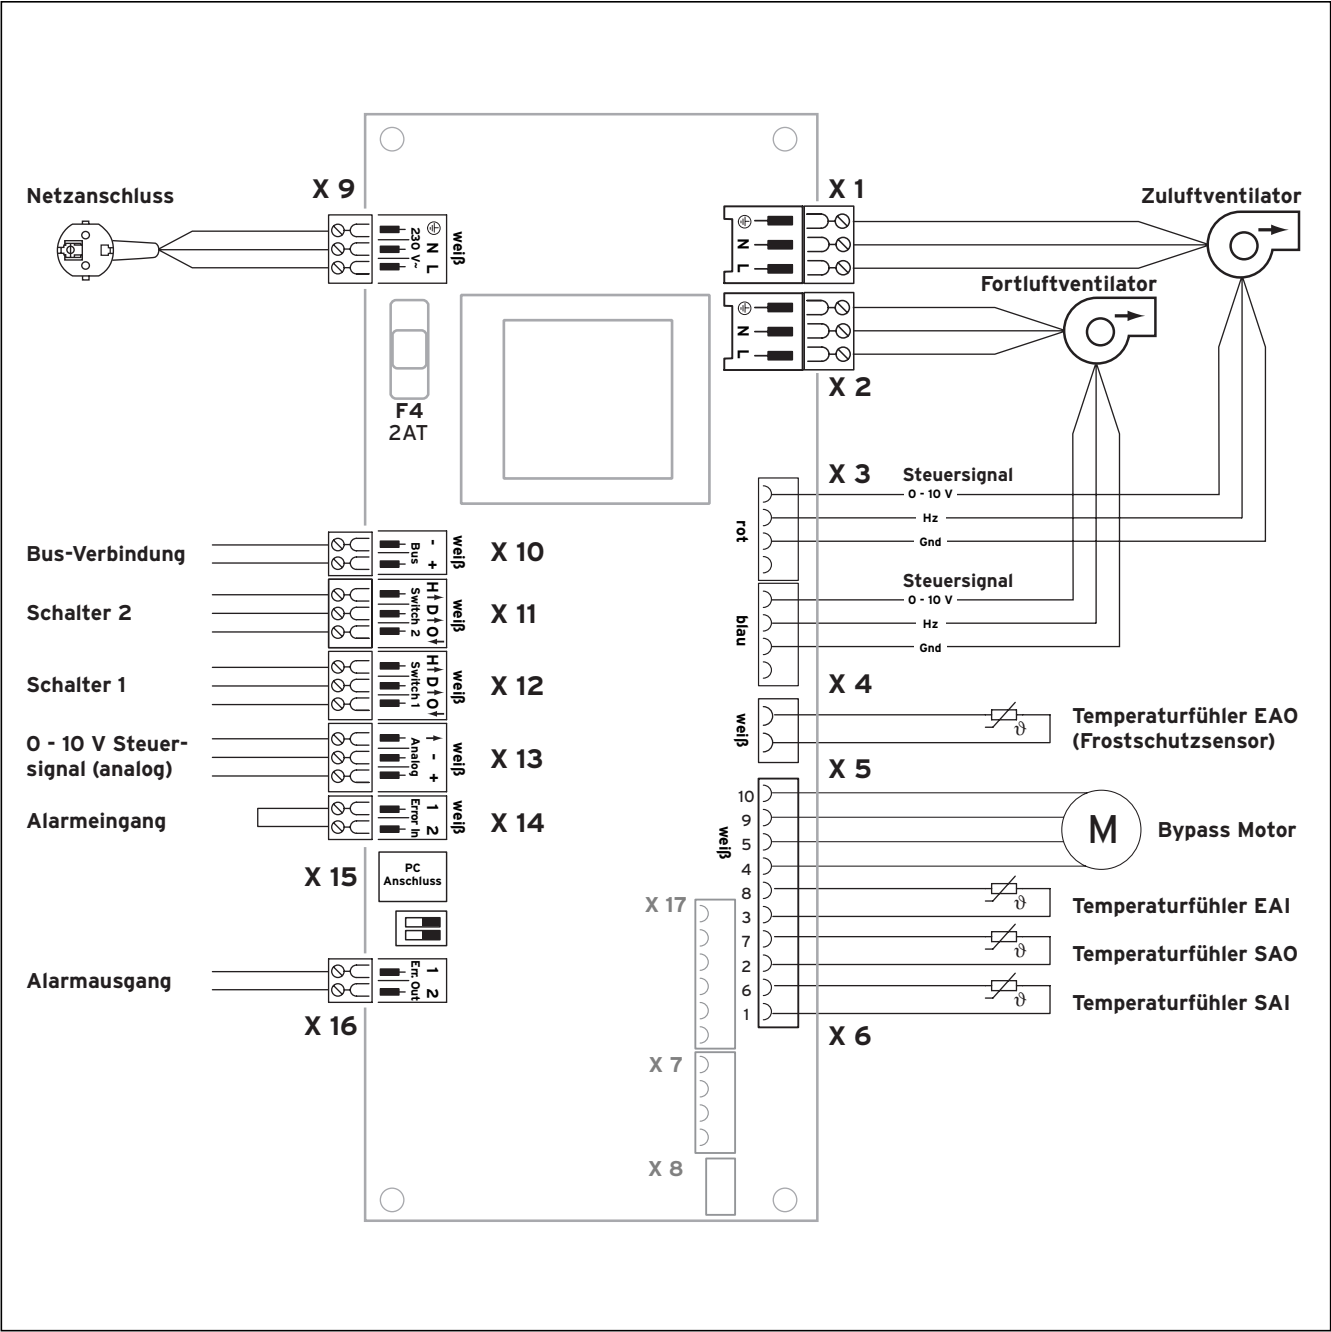

Abb. 4.14 Verdrahtungsplan
- Schließen Sie die Leitungen an den Anschluss „X 14“ (Alarめingang) gemäß Abb. 4.14 „Verdrahtungsplan“ an.
- Schließen Sie die Leitungen an den Anschluss „X 16“ (Alarmausgang) gemäß Abb. 4.14 „Verdrahtungsplan“ an.